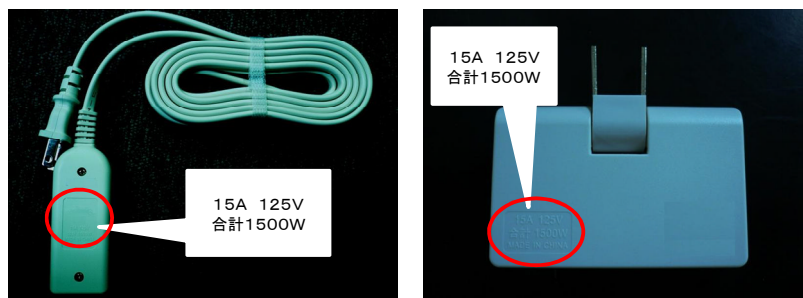

図7 消費電力及び定格電流の表示例
- ② テーブルタップを使用する際は表示された定格電流や最大消費電力を超えて使用しないでください。図7に示すように、定格電流または接続することのできる最大の電力が本体に必ず記載されていますので、接続する家電製品の消費電力の合計が超えないように確認してください。
- ③ 使用可能な消費電力の範囲内であっても、オイルヒーター等の暖房器具やエアコンなど、消費電力の大きな機器では、テーブルタップの使用を禁止している製品がありますので、接続する製品の取扱説明書を確認してください。